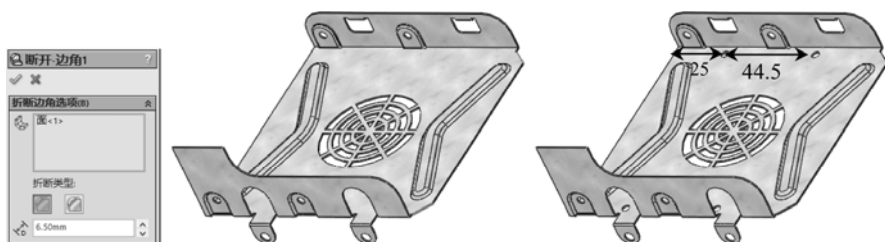

图 3-65 进行“断开边角/边角剪裁”处理并进行切除处理
STEP 15 单击“钣金”工具栏中的“断开边/边角剪裁”按钮，选择钣金右侧尖角创建长度为 6.5 的倒角，如图 3-65 左边两个图所示，再拉伸切除出距离钣金内侧为 4.3，大小为 3.5 的 4 个孔，如图 3-65 右图所示。